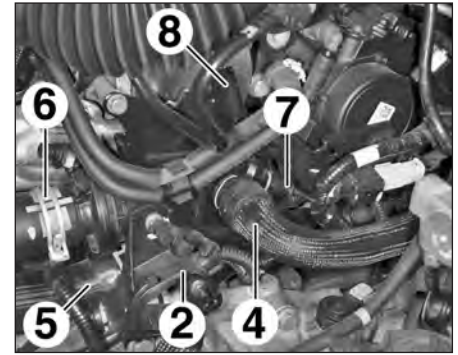

FIG.32
- les durits d'eau (4), (5) et (6) (Fig.32),
- la sonde de température (7).
- Déposer les supports (2) et (8).